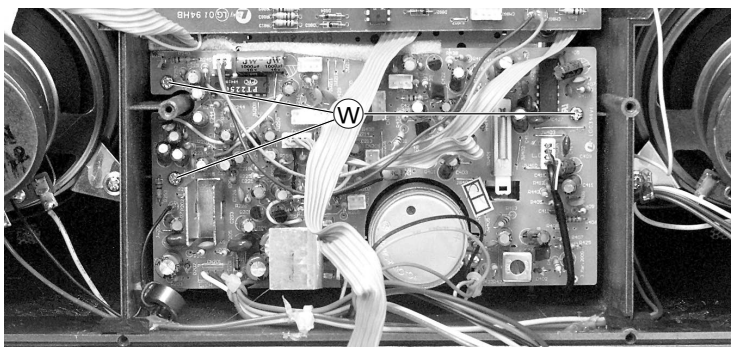

Fig. 24
- 3 Schrauben $\text{\textcircled{W}}$ herausdrehen (Fig. 24) und Hauptplatte herausnehmen.
- Undo the 3 screws $\text{\textcircled{W}}$ (Fig. 24) then remove the main PCB.